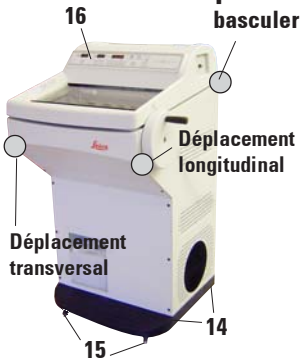

Fig. 4
- Poussez le cryostat sur ses roulettes (14) jusqu'à l'endroit où il doit être installé. Placez les mains uniquement aux points de poussée indiqués (Fig. 4).
- Vous pouvez utiliser les béquilles (15) pour incliner **légèrement** l'appareil (30° au maximum).